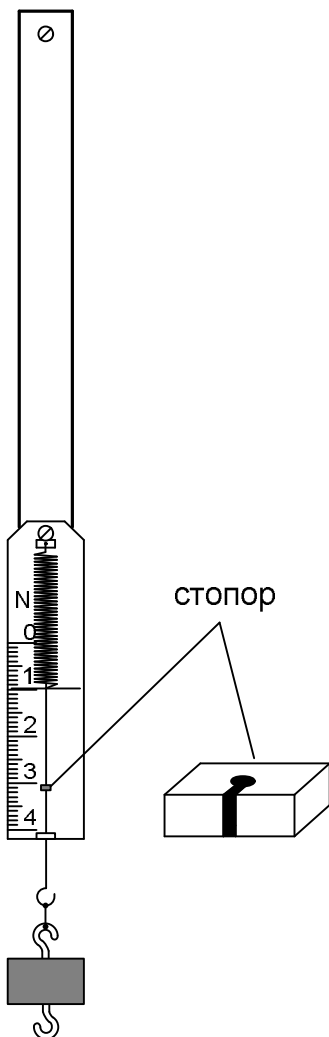

Рис. 10
1. З'єднайте машину Атвуда з секундоміром СЭД-1М за схемою рис. 10 до лабораторної роботи № 1 (варіант 1, без рухомого кільця). Перемикач роду роботи на секундомірі поставте в положення «*Секундомір*».
1. З'єднайте динамометр Бакушинського з лінійкою або планкою довжиною 50 см. У верхній частині лінійки зробіть отвір діаметром 4,5 мм, через який пропустіть болт М4, вільний кінець якого закріпіть в лапці штативу. Лінійка повинна вільно обертатись навколо болта (рис. 10). Основу штативу прикріпіть до столу струбциною.